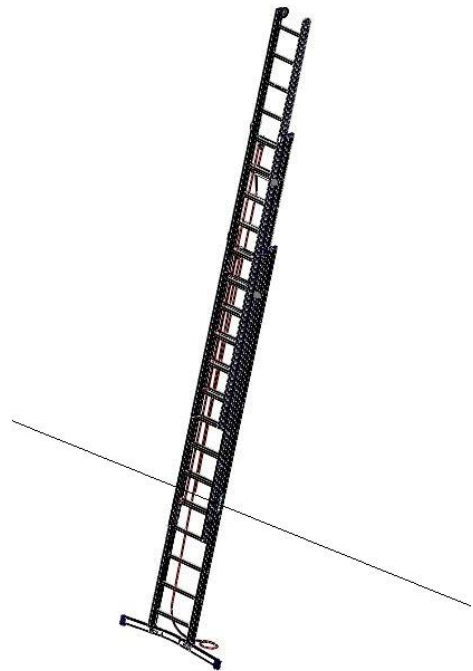

Abbildung 8: Anlageposition
- Als nächstes wird die Leiter an einen stabilen Anlagepunkt angelehnt (Abbildung 8).